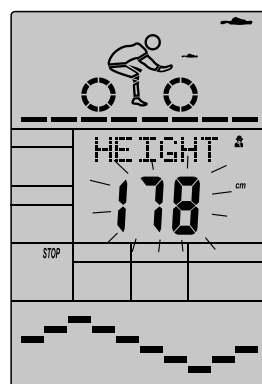

图 35
- C. 身高的读数闪烁，按 UP/DOWN 键（或旋转）设定用户的身高，然后按 ENTER 键确认设定的身高值。（如图 35）